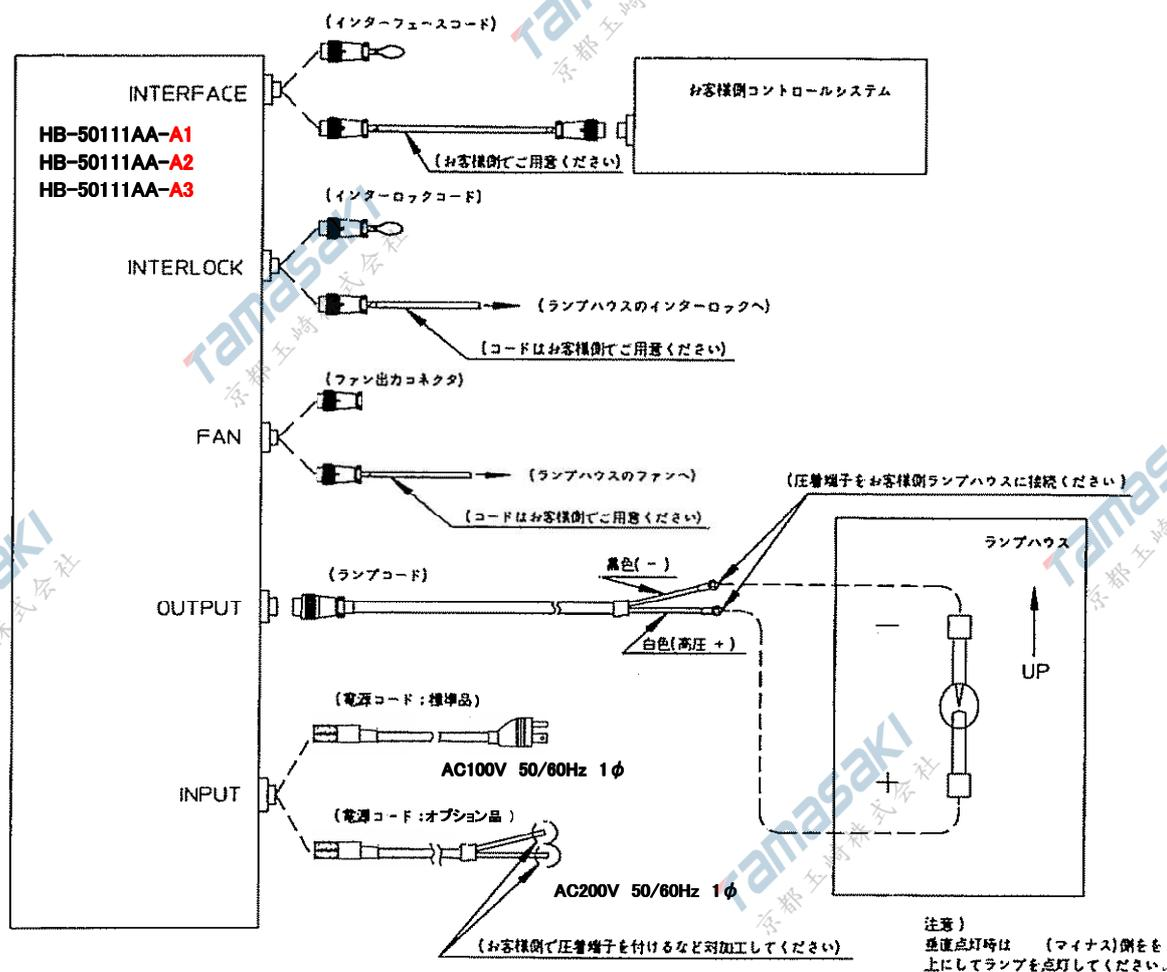

Fig. 1 結線方法
- (1) Fig.1 に従い配線を行って下さい。(締め忘れのないよう御注意下さい。)
- (2) 入力電圧範囲であることに御注意下さい。
- (3) P7からの各部名称を御参照下さい。前面パネルの「POWER」スイッチ①を ON にします。すると、後面パネルのファン⑱が回転します。7 セグメント表示器が点灯し、イニシャル表示を行います。その後、ランプ出力表示 (電力、電流、電圧) になります。
- (4) 「START/STOP」スイッチ②を押すとランプが点灯し、「LAMP ON」表示灯⑨が点灯します。また、ランプ点灯時間の積算を開始します。インターフェースから点灯信号が出力します。ランプハウス用 FAN 電源が停止します。「LAMP CURRENT」表示⑥は下表の点灯初期電流値を表示し、「LAMP VOLTAGE」表示⑦は 10~20V を表示します (これらの値はランプの状態によって変わるため、参考値です)。